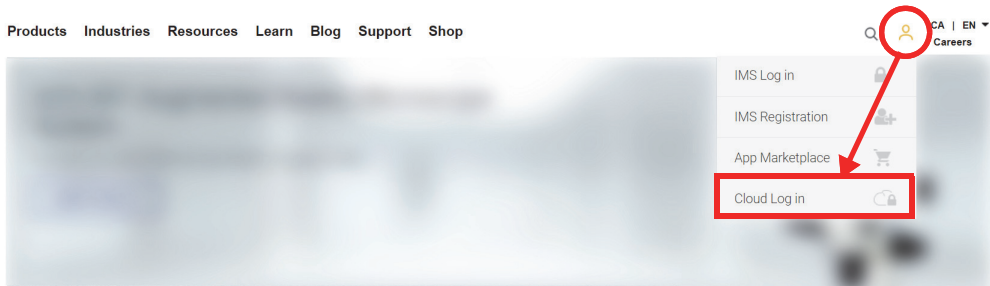

Figure 9-5 Cloud Log in (Connexion à l’OSC)
- Si vous devez créer un nouveau compte sur l'OSC, rendez-vous sur www.olympus-ims.com et cliquez sur **Cloud Log in** (Connexion à l'OSC) pour créer votre compte (Figure 9-5 à la page 250).